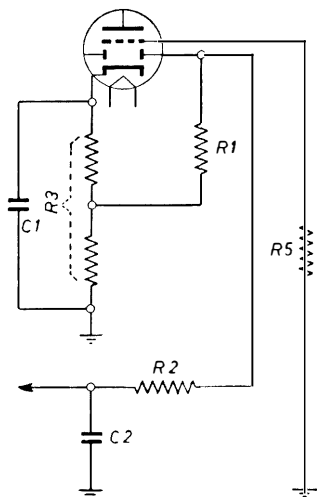

Fig. 5.5. - Per ridurre la presenza di disturbi e di stazioni molto deboli è opportuno utilizzare la disposizione indicata.
b) polarizzando leggermente il diodo rivelatore collegando la resistenza di carico R non al catodo ma ad una presa della resistenza di polarizzazione, presa che può essere ottenuta con due resistenze in serie, come in fig. 5.5.